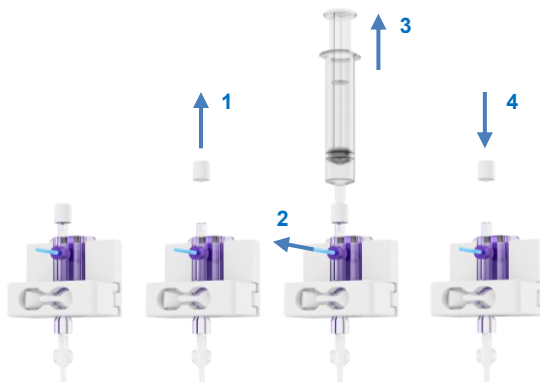

Figura 23 Deaerazione del sensore di pressione
- Rimuovere il tappo sul sensore di pressione e inserire una siringa sterile nella porta (Figura 23; passaggio 1).
- Per riempire la linea di pressione e rimuovere l'aria, tirare la linguetta blu a scatto (Figura 23; passaggio 2) mentre si aspira con la siringa (passaggio 3). Fermarsi una volta rimossa l'aria.
- Riposizionare il tappo sul sensore di pressione (Figura 23; passaggio 4).